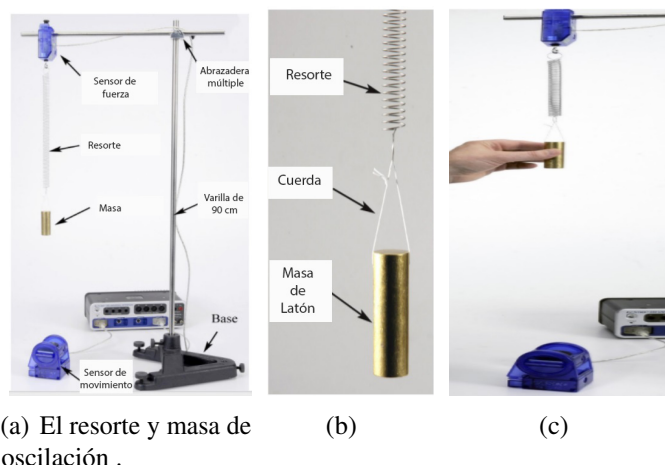

Figura 22.1: Armado del material.
1. Usa la base, varillas, y la multi-abrazadera para apoyar el sensor de fuerza como se muestra en la Figura 22.1 (a).
- Usando un trozo de cuerda, sujeta la masa de cobre a través del orificio como se muestra en la Figura 22.1. Cuelga la masa junto con el resorte al gancho del sensor de fuerza.